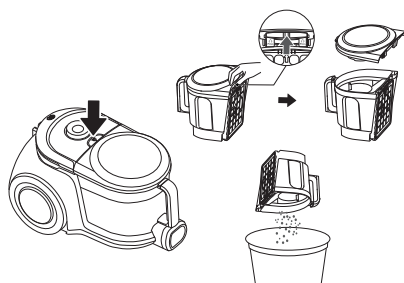

Рис. 3
2. Нажмите на защелку на корпусе пылесоса (рис. 3) и снимите пылесборник, подняв его вверх.